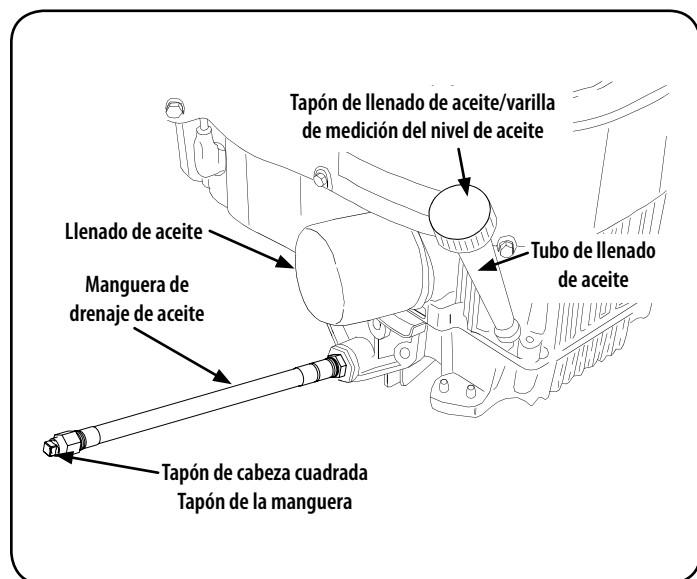

Figura 16
2. Ubique la manguera de drenaje de aceite del lado derecho del motor. Vea la Figura 16.
4. Mientras sostiene el extremo libre de la manguera de drenaje de aceite sobre el recipiente de recolección de aceite, desatornille el tapón de la manguera del extremo de la manguera. Vea la Figura 16. Drene el aceite del motor dentro del recipiente.